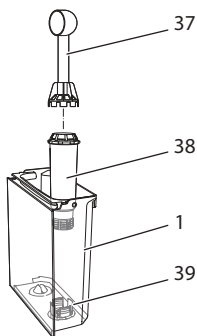

Fig. 18: Vissage/dévisserie du filtre à eau
- Retirer le filtre à eau quand l'appareil y invite. (voir Fig. 18).